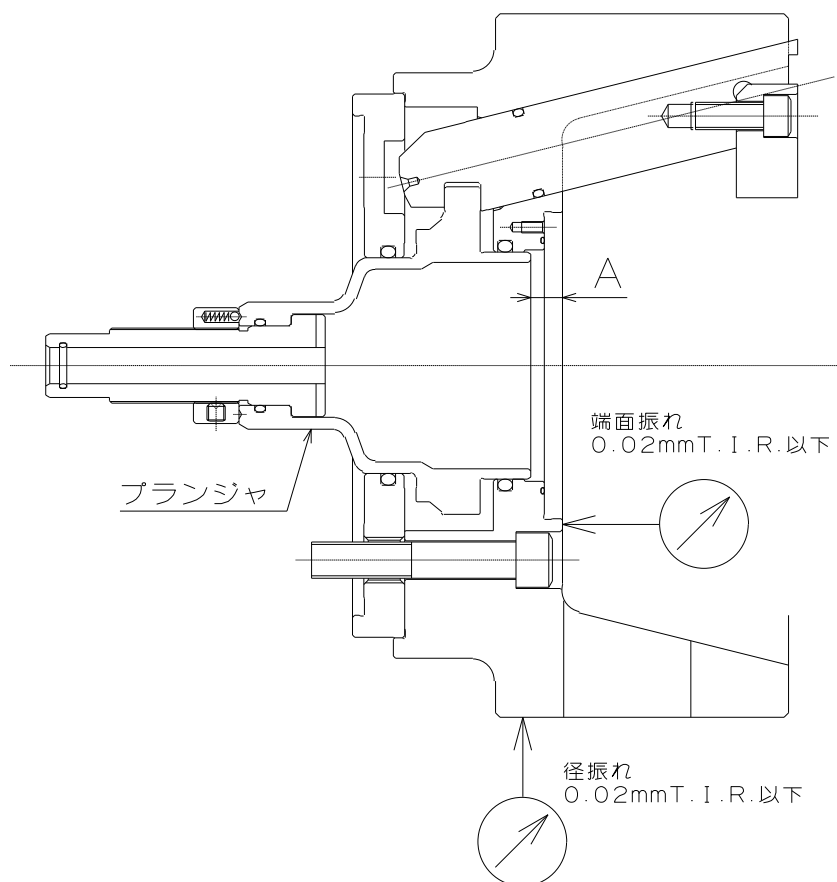

図 12
- ・ シリンダ前進端でのプランジャの適正位置は、図 12 の寸法 A が下表となる位置です。